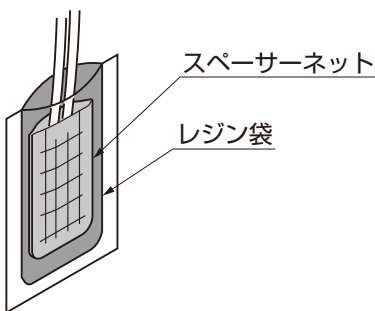

図4-4
- ⑤混合したレジジン袋の封を切り、スペーサーネットが見えなくなるまで入れてください。(図4-4参照)